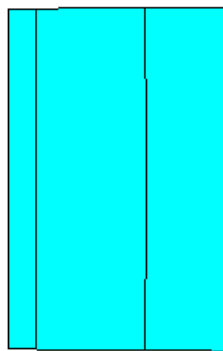

图11.9 生成的面
(8) 接着在【RAD1】文本框中输入【15-(.75/12)】，在【RAD2】文本框中输入【15-(1.75/12)】，单击【APPLY】按钮；接着在【RAD1】文本框中输入【15-(1.75/12)】，在【RAD2】文本框中输入【15-2/12】，单击【OK】按钮确认。得到如图 11.9 所示的模型。